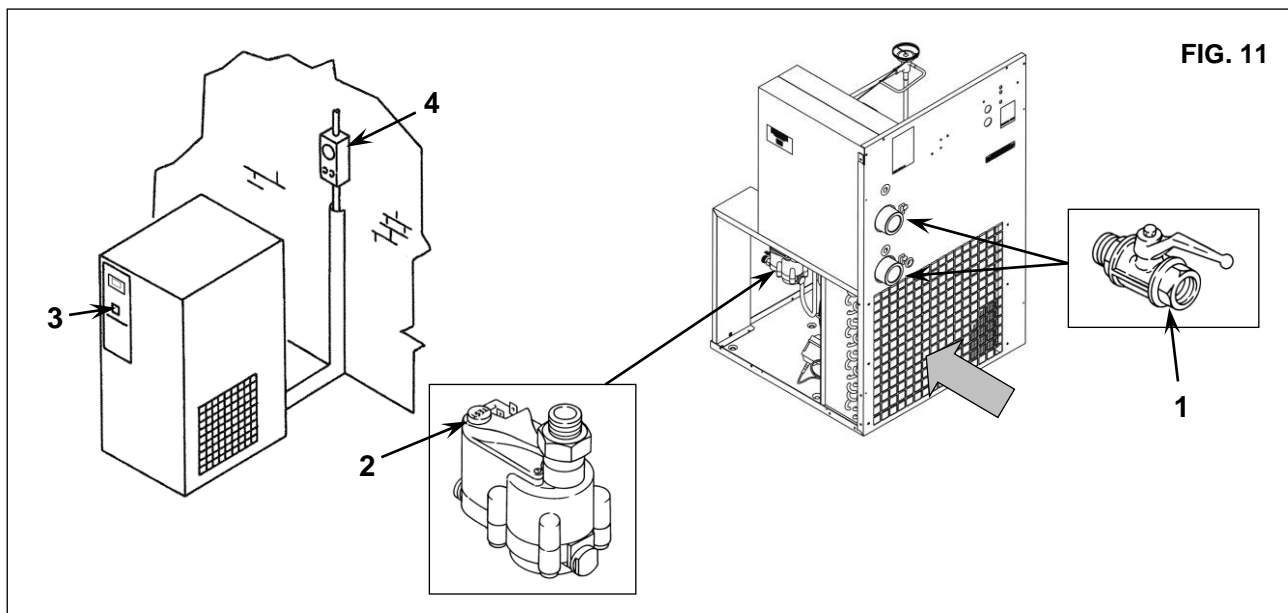

FIG. 11
- Închideți robinetele ref.1 fig. 11
- Eliberați presiunea din uscător prin apăsarea butonului de evacuare a condensului, "TEST", poziționat pe capcana de abur Ref. 2 fig. 11
- Rotirea întrerupătorului în poziția "0" ref. 3 fig.11
- Opriți alimentarea (consultați întrerupătorul de separare ref. 4 fig. 11)